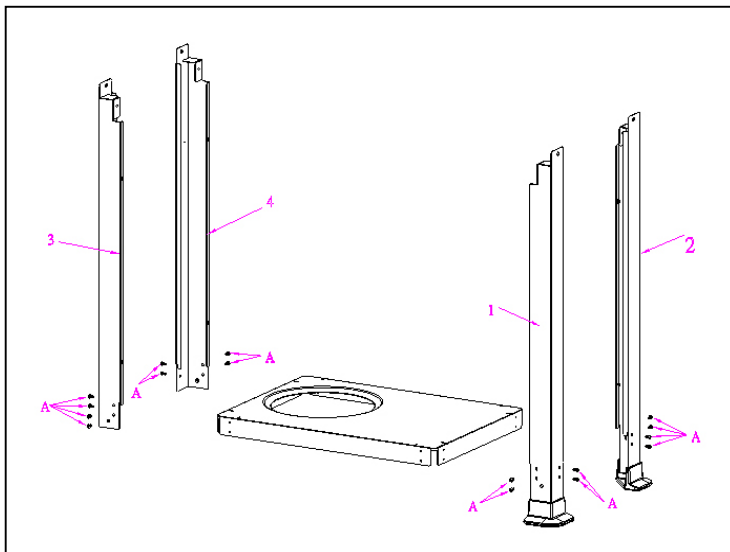

Abbildung 1
1. Befestigen Sie die Füße mit dem Bodenblech des Wagens mittels der Schrauben (Typ A), (Abb. 1).